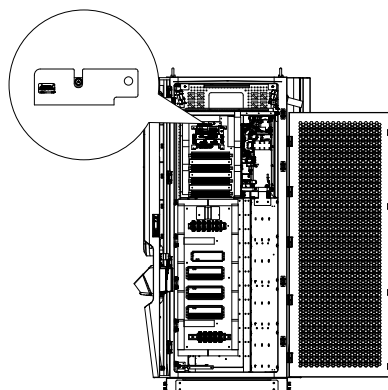

Figura 4-7 Acceso al módulo 4G/Wi-Fi
- 1) Saque la primera bandeja de la caja de la CSU para acceder al módulo 4G/Wi-Fi que hay dentro del armario. Vea la siguiente figura 4-7.